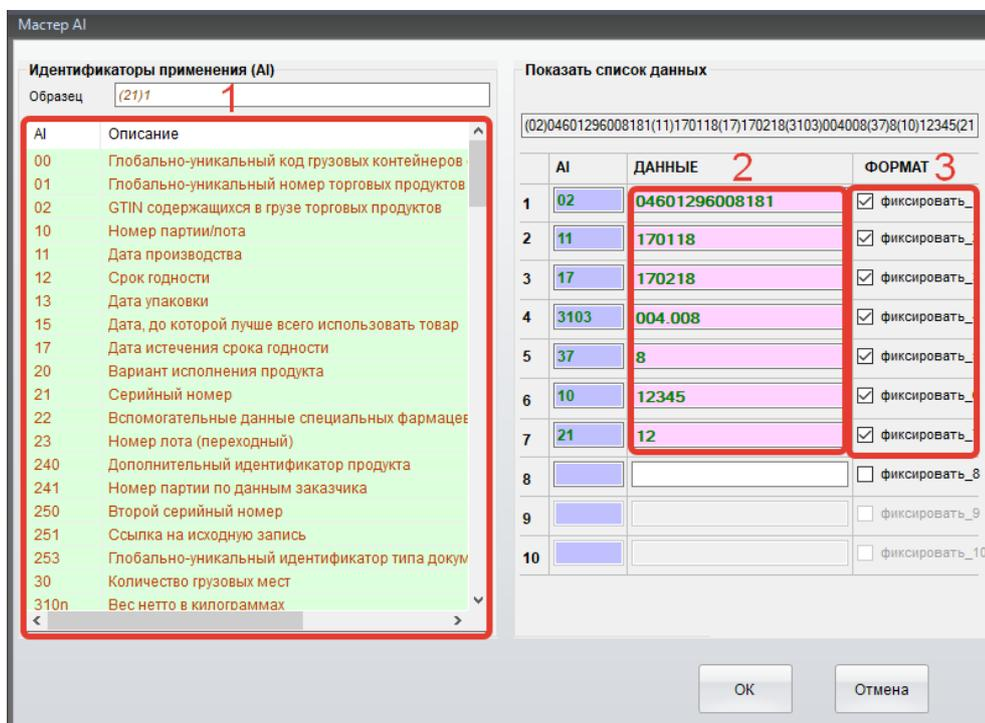

Рис. 7
Открывается окно идентификаторов применения (AI)(рис. 7).Рассмотрим его более подробно. Слева в п.1 перечислены все идентификаторы применения. Выбираем нужный идентификатор, далее в п.2 вводим наши данные и справа в п.3 фиксируем данные. Если данные выделены зелёным цветом: ввод был правильным. При выделении данных красным цветом: небыли соблюдены правила формирования AI.